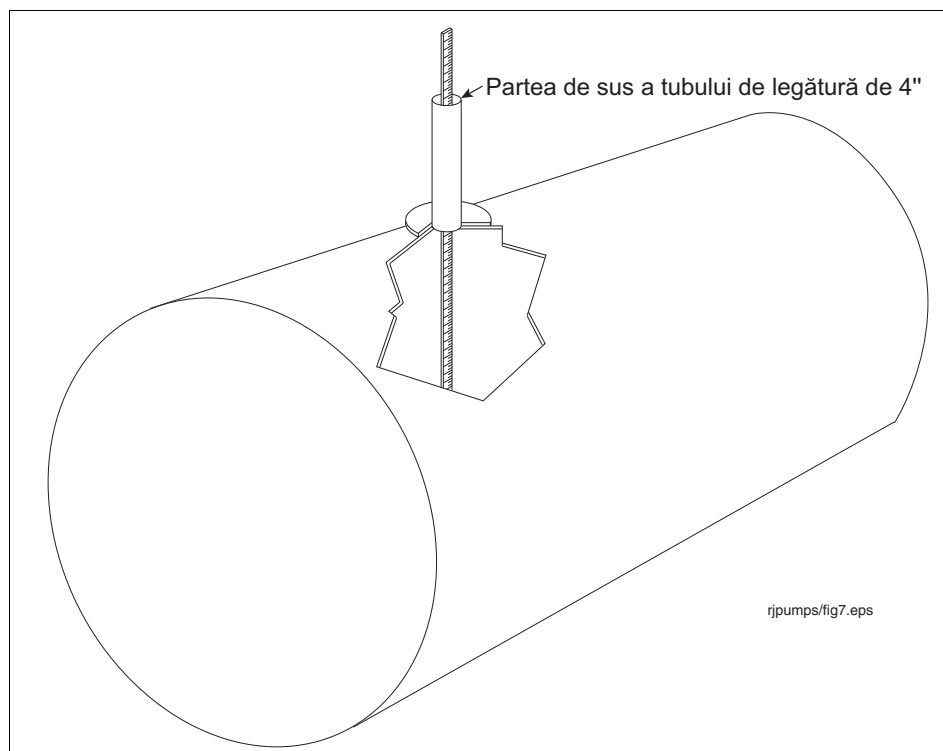

Figura 8. Măsurarea rezervorului
2. Măsurați distanța de la fundul rezervorului la partea de sus a tubului de legătură de 4 țoli așa cum se arată în Figura 8.